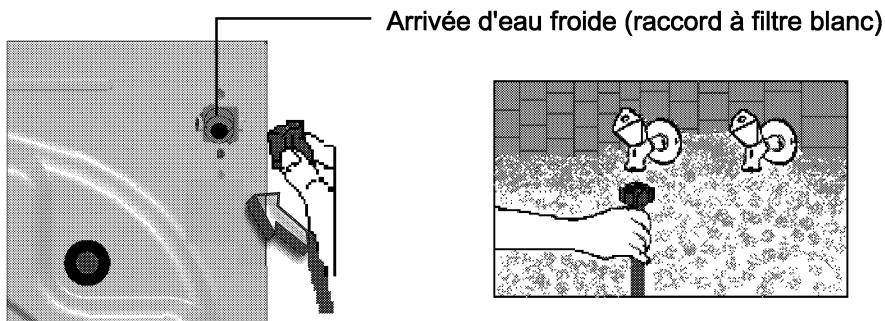

Fig.6
- Branchez le raccord (coudé) du tuyau d'arrivée d'eau à l'arrière de la machine avec 1 joint (fig.6) et l'autre raccord (droit) au robinet avec le joint avec filtre (fig.7). En cas de doute, faites brancher la machine par un installateur qualifié.